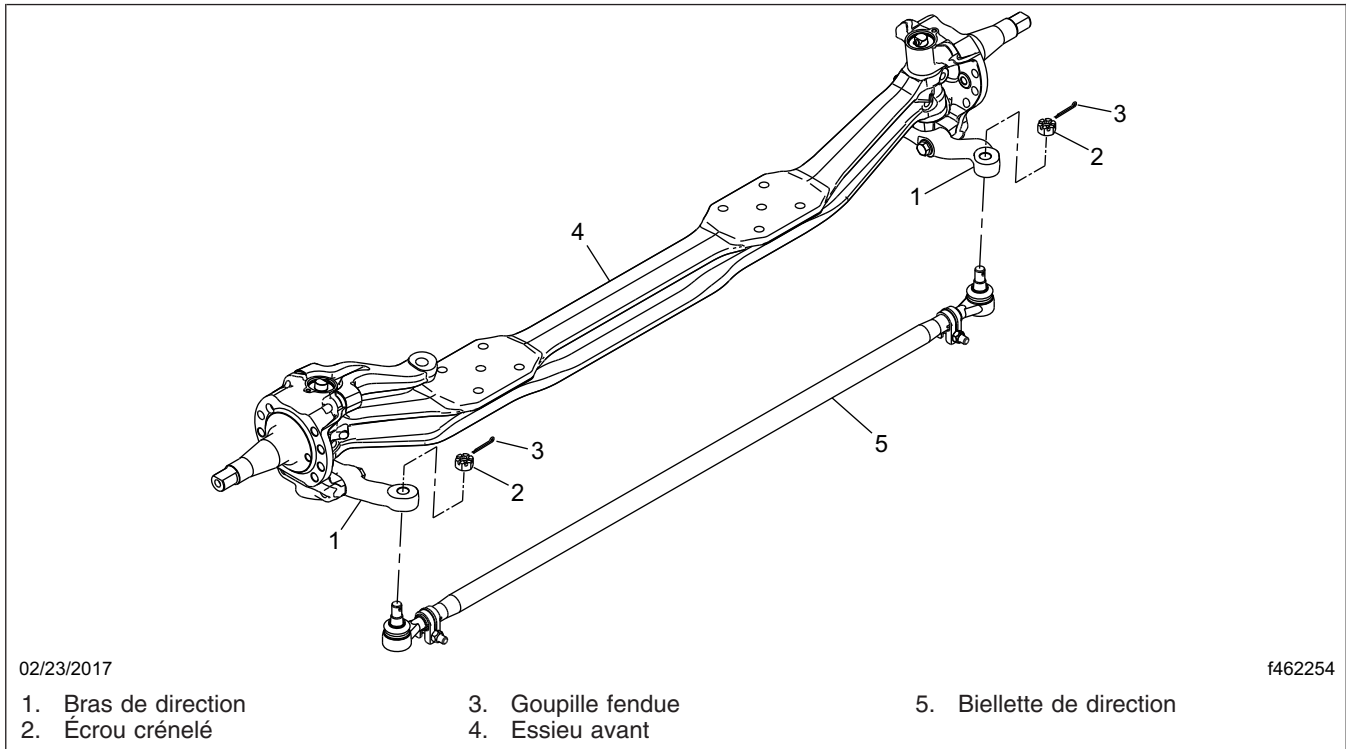

Fig. 1, Ensemble de biellette de direction
7. Débranchez la biellette de direction du bras de la biellette de direction; voir **figure 1**. Retirez la biellette de direction du véhicule, puis mettez-la au rebut.